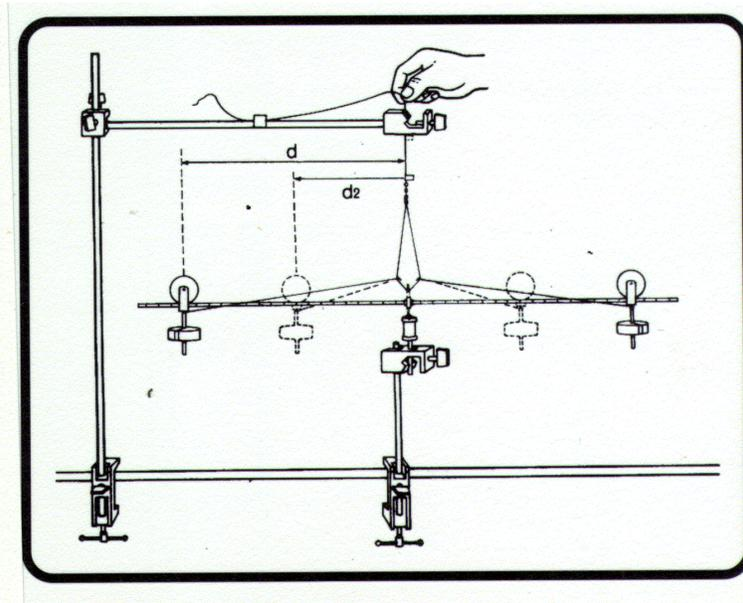

Figura 4.1
1.-Realice el montaje del equipo como se indica en la figura 4.1, procurando que la varilla móvil quede perfectamente centrada, y coloque las masas cerca de los extremos (posición A), de manera que estén situadas simétricamente respecto del eje de giro.